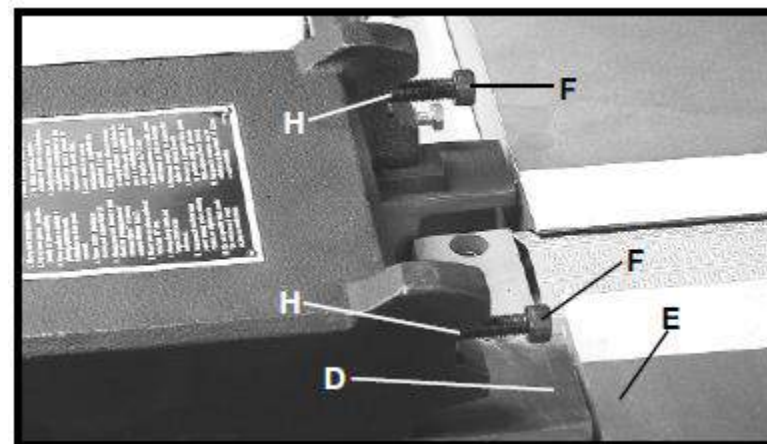
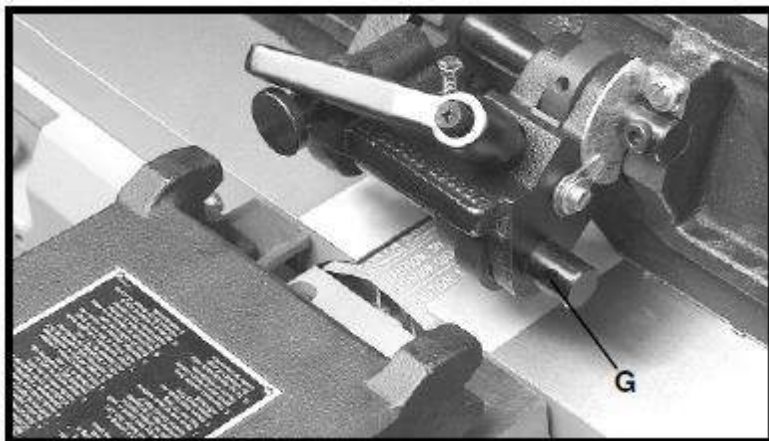

Рис. 9
Рис. 10
**ПРИМЕЧАНИЕ: ВЕРХНЯЯ ПОВЕРХНОСТЬ (D), РИС. 9, УЗЛА КАРЕТКИ ПАРАЛЛЕЛЬНОГО УПОРА ДОЛЖНА БЫТЬ НА ОДНОМ УРОВНЕ С ВЕРХНЕЙ ПОВЕРХНОСТИ (E) ВЫВОДНОГО СТОЛА.**
1. Вывернуть два винта с шестигранным шлицем М8 х 1,25-30 (F), рис. 9.
2. Совместить два отверстия, одно из которых показано в поз. (G), рис. 10, в параллельном упоре с двумя отверстиями (H), рис. 9, в узле каретки параллельного упора. Вставить винт в отверстие параллельного упора и ввернуть винт в резьбовое отверстие узла каретки параллельного упора и надёжно затянуть шестигранным ключом 6 мм. Повторить данную операцию в другом отверстии в параллельном упоре и узле каретки параллельного упора.